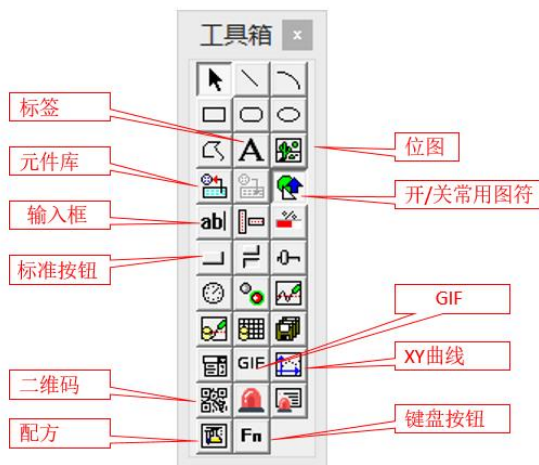

图 1.4-15 工具箱
- 工具箱中常用的构件有：标签、输入框、标准按钮、二维码、配方、位图、开/关常用图符、GIF、XY曲线、键盘按钮等。如图 1.4-15 所示。